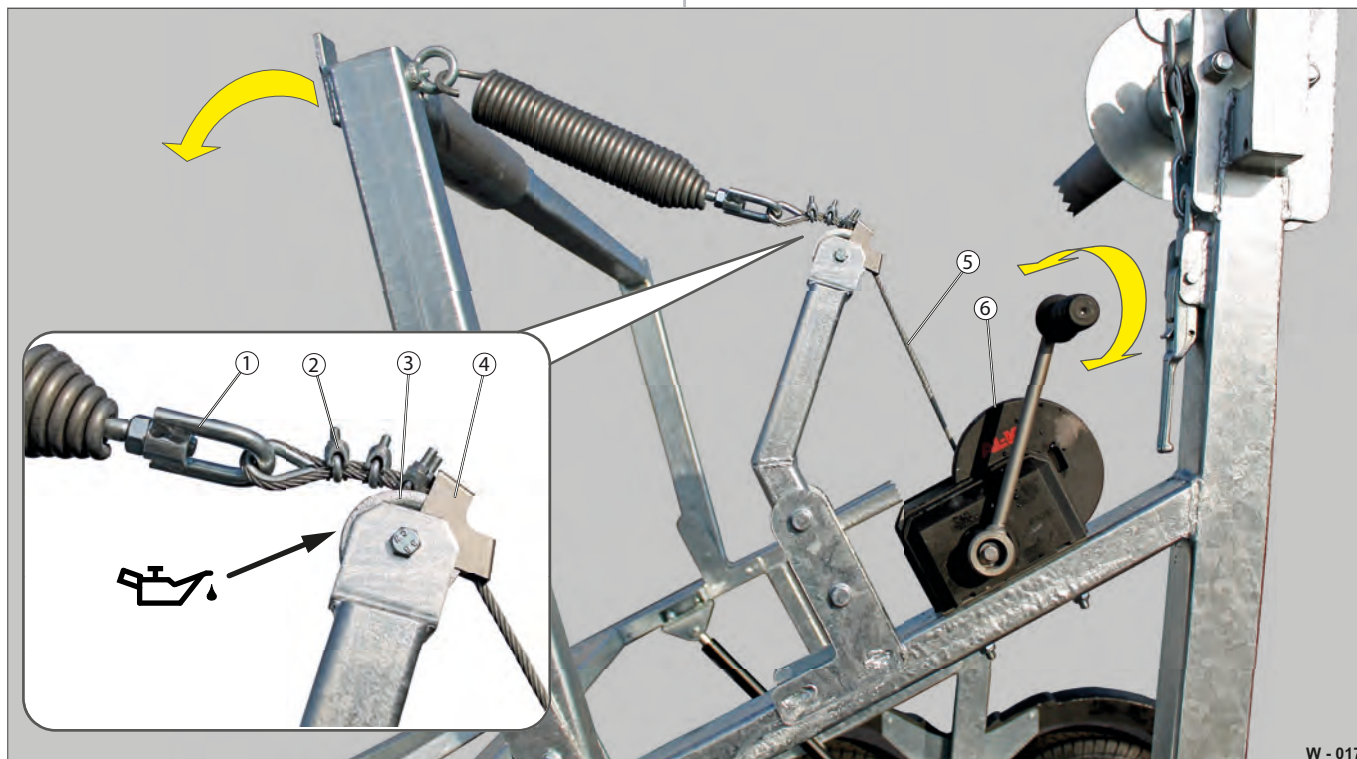

Fig. 17 Spil til bremsramme
- ▶ Kontrollér trækfjederen (Fig. 17 /1) og dens fastgøring for beskadigelser/deformation.
- ▶ Kontrollér, at klemmeafstøringerne (Fig. 17 /2) sidder ordentligt fast.
- ▶ Rengør wiren (Fig. 17 /5) med en klud, og smør den ind i maskinolie.
- ▶ Oliesmør omlædningsrullen (Fig. 17 /3).